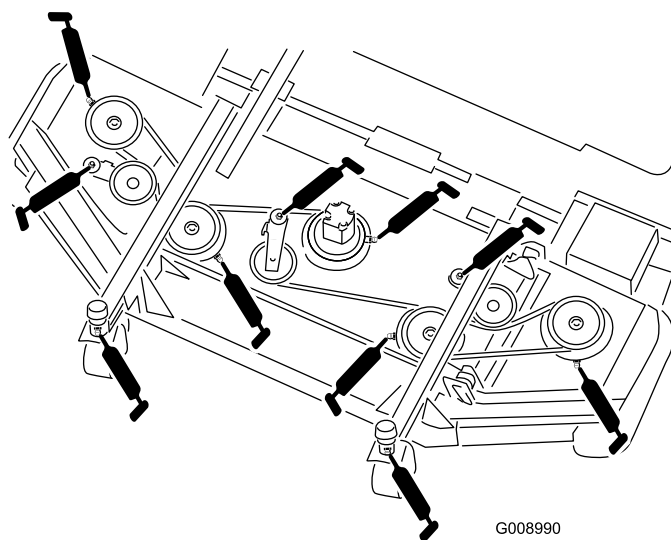

Рисунок 53
- Втулки валов вилок поворотных колес (2 шт.) (Рисунок 53)
- Подшипники шпинделей (5 шт.) (расположенные в корпусе шпинделей) (Рисунок 53)
- Втулки шарниров рычагов нажимных шкивов (3 шт.) (расположенные на осях шарниров нажимных шкивов) (Рисунок 53)